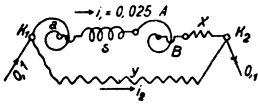

Abb. 25. Abgleichung des Eigenwiderstandes von Drehspulinstrumenten zu Aufgabe 89.
89. Bei der Herstellung eines lohmigen Westongalvanometers stellt sich heraus, daß der Widerstand der Spule s und der beiden Federn aa , d. i. der Widerstand zwischen K_1 und B (Abb. 25), schon
a) der Widerstand x (Abb. 25) zwischen B und K_2 , der noch zugeschaltet werden muß, um bei 0,1 [0,1] V Spannungsunterschied zwischen K_1 und K_2 einen Strom von 0,025 [0,015] A durch s fließen zu lassen,